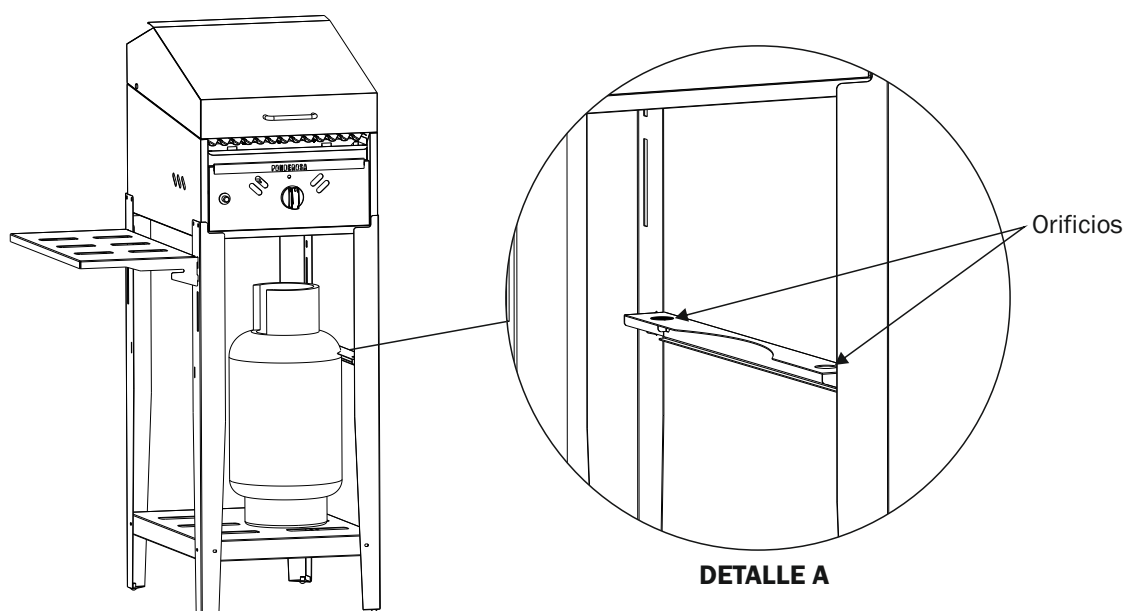

Fig.1
-Coloque la Parrilla sobre una superficie nivelada y conecte la garrafa a la entrada de gas posterior de la parrilla. La conexión debe realizarse mediante un **regulador para gas envasado y una manguera flexible aprobada para gas**, de no más de 1.50 m que se fijará a la entrada de la Parrilla mediante un adaptador de 1/2" para manguera y su correspondiente abrazadera. Si adquirió el Carro Portaparrilla, una vez armado según las instrucciones, coloque la garrafa de forma vertical sobre la bandeja (Fig.1) y se aconseja sujetar la misma por medio de un elemento de sujeción a los orificios del carro (DETALLE A).